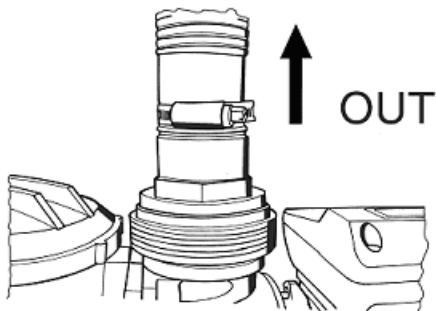
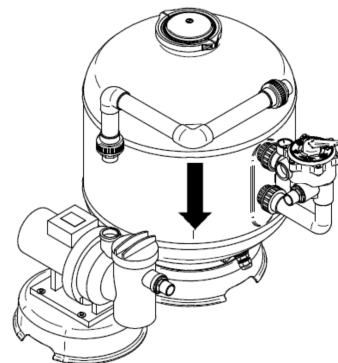
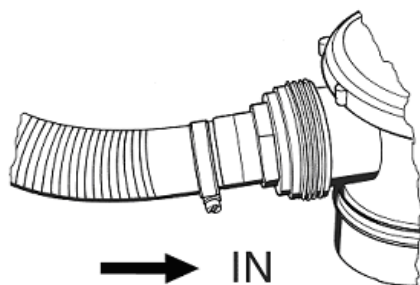
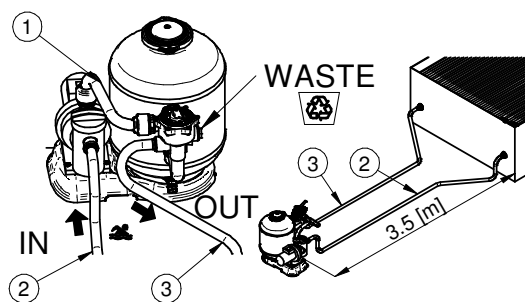

Fig. 27
Fig. 28
Fig. 29
Fig. 30
1. **Druckanschluß** (Fig. 30, # 1): verbinden Sie die *Filterpumpe* (*auslass* Fig. 27, OUT) zum *multifunktionelles ventil (PUMP)* mit den gewölbten Rohren oder dem steifen Anschluß (Fig. 28).
2. **Skimmerleitung** (Fig. 30, # 2): Verbindung vom *skimmeranschluss* zum vorderen Anschluss an der *Filterpumpe* (*ansaugung* Fig. 29, IN).
3. **Retourleitung** (Fig. 30, # 3): Verbindung vom Anschluss am 4- bzw. 6-Wege-*multifunktionelles ventil* mit der Bezeichnung **RETURN/POOL**, zum Anschluss an der Einströmdüse des *Schwimmbekens*. Fixieren Sie alle Anschlüsse mit Schlauchklemmen (*hydraulikkomponenten*).
4. **Rückspüleleitung** (Fig. 30, # 4): zu benutzen bei Rückspülfunktion (**BACKWASH**), wobei das schmutzige Wasser in einen Kanal geleitet wird. Die Anschlüsse erfolgen mit speziellen Schwimmbadschläuchen und Schlauchklemmen (*hydraulikkomponenten*).